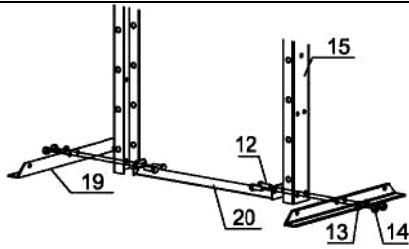

Рис. 1-2
3. Установите стойки рамы (15) в вертикальное положение. Вставьте каждую базовую опору (19) под стойки рамы (15) и поместите нижнюю опору рамы (20) между ними. Совместите отверстия для болтов и вставьте болты (12) в стойки рамы, секции основания и нижнюю опору рамы, затем закрепите их шайбами (13) и гайками (14). См. рис. 1-2.